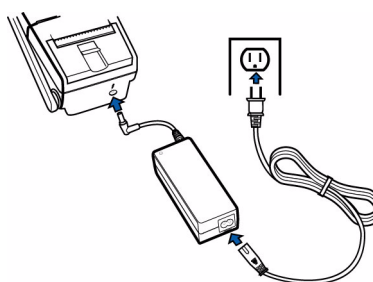

图 3 连接 Omni 3600 终端外接电源
- 1 将圆形连接插头（图 3）插入终端背面的电源接口（图标如右图所示）。